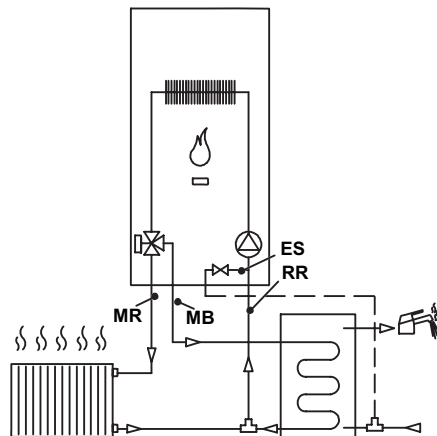

**Figura 5.4**
- Collegare lo scarico della valvola di sicurezza 11 (Figura 5.4) ad un imbuto di scarico.
- Inserire il tubo flessibile di scarico condensa 9 (Figura 5.4) all'interno del condotto di scarico condensa domestico o nell'imbuto di scarico della valvola di sicurezza, qualora lo scarico sia idoneo a ricevere condensa acida.